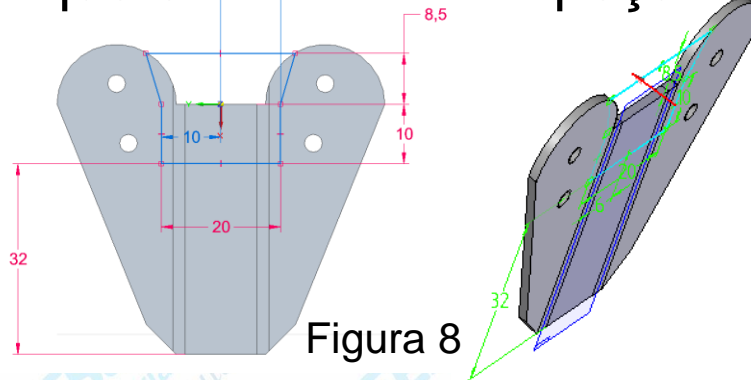

Figura 8
- Clique sobre o comando **Normal Cutout** e desenhe o perfil mostrado na figura 8, clique em **Finish** e em seguida, no botão **Through All** direcione seta segundo posição indicada, clique em **Finish**.